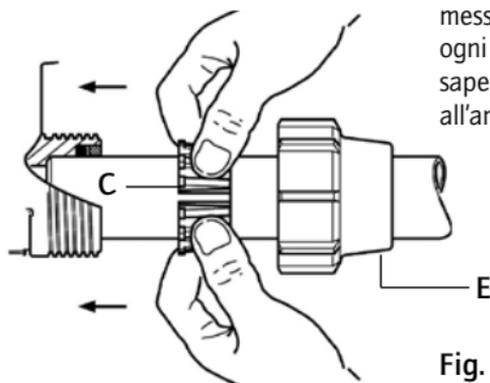

Fig. 4
- Collocare nel tubo tagliato precisamente e smussato, il dado (Fig. 4-E) e l'anello dentellato (Fig. 4-C).
- Introdurre il tubo negli orifizi di entrata e di uscita d'acqua (Fig. 4).
- Spingere fino all'arresto l'anello dentellato (Fig. 4-C) sull'entrata, poi l'altro sull'uscita dell'acqua.
- Stringere il dado (Fig. 4-E).
- Spingere in avanti l'anello dentellato in posizione, allargandolo con i pollici posti nella fessura (Fig. 4-C) per evitare di raschiare la colla. Dopo procedere al serraggio del dado.